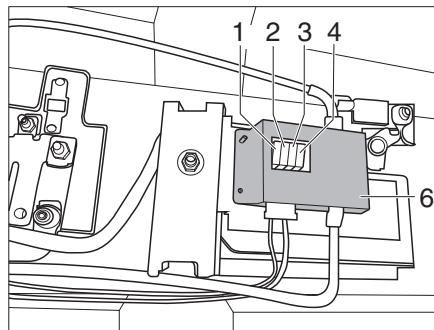
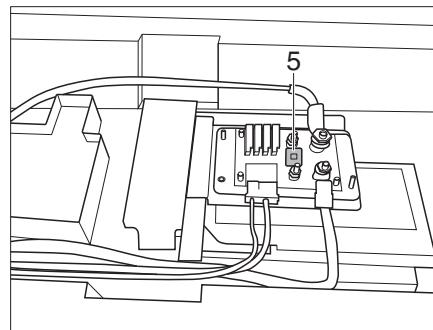

Fig. 312 Fusibili Globebus Performance
Fig. 313 Fusibile booster di carica (coperatura rimossa)
- Per poter accedere al fusibile F5 (Fig. 313,5) per il booster di carica, è necessario rimuovere la copertura (Fig. 312,6).